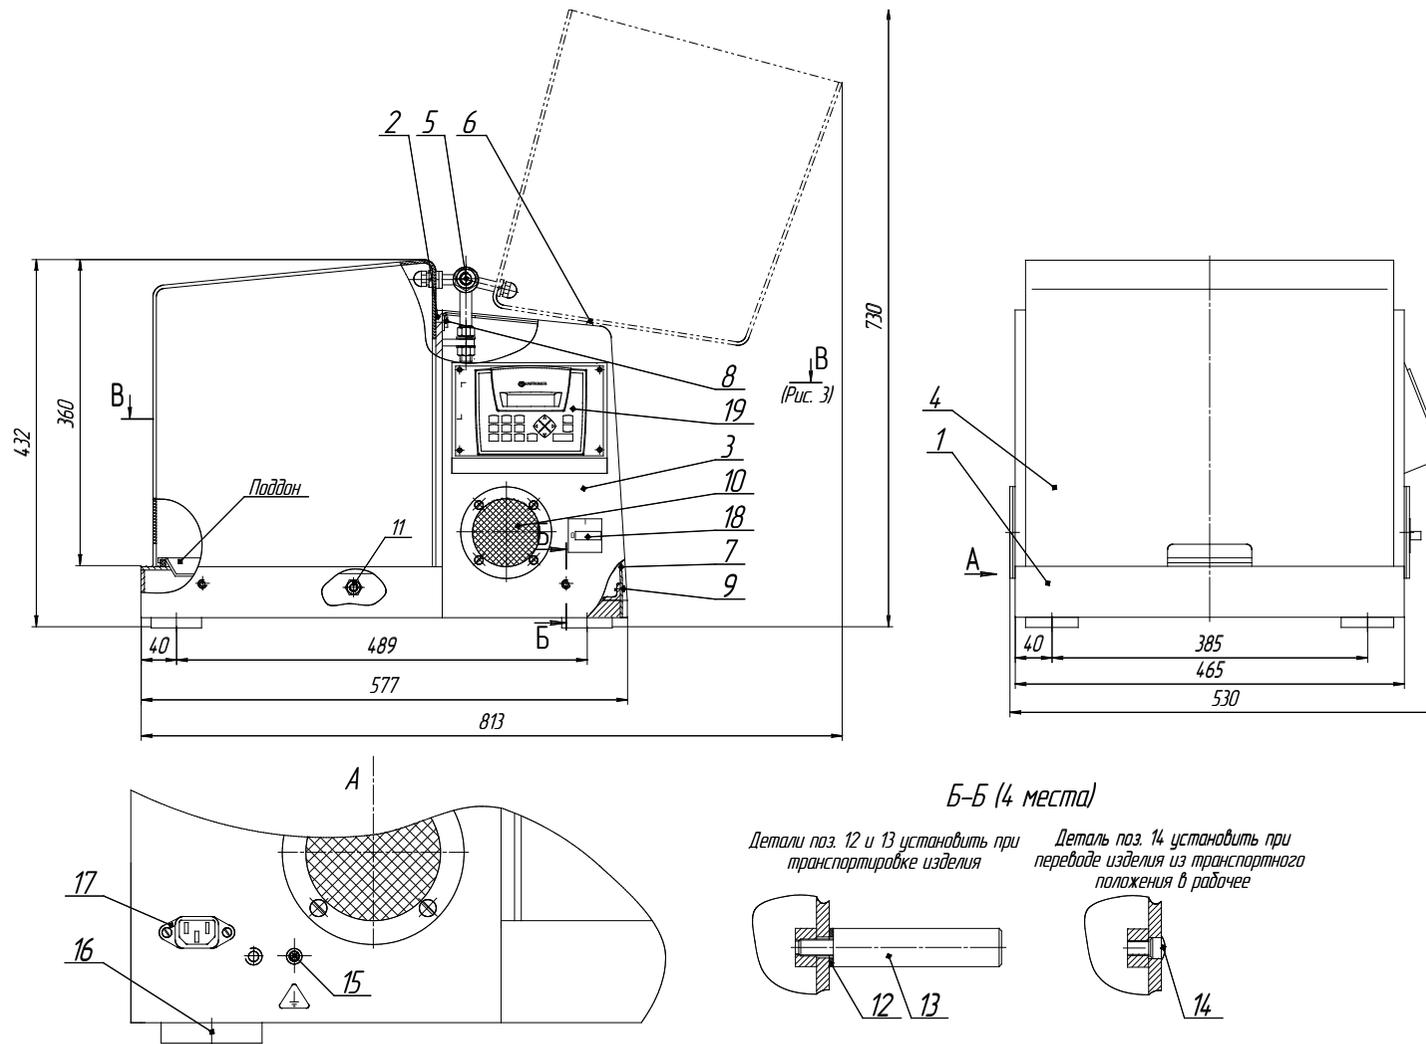

Рис. 2 Смеситель С 2.0
б) выверните 4 ручки 13 с шайбами 14 (Рис. 2), в освободившиеся резьбовые отверстия (Рис. 2) вставьте 4 заглушки 14;
Включите систему поворотом выключателя 18 (Рис. 2) в положение "Г", при этом на информационном табло в течении нескольких секунд высветится надпись *ВИБРОТЕХНИК*.
2.5.3 Удалите заглушки 14 (Рис. 2), в освободившиеся отверстия вверните через фторопластовые шайбы 12 ручки 13;